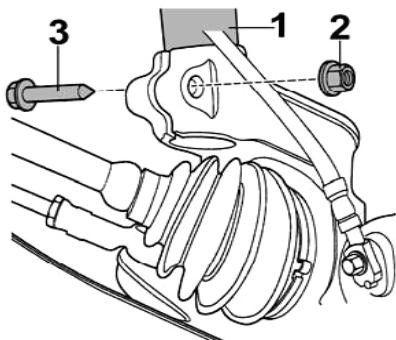

Fig. 1:
- **Fig. 1** Untere Federbeinbefestigung (2, 3) abschrauben.
- **Fig. 1** Unscrew lower suspension strut attachment (2,3).
- **Fig. 1** Dévisser la fixation inférieure de jambe de force (2, 3).
- **Fig. 1** Desatornillar la sujeción inferior del amortiguador (2, 3).